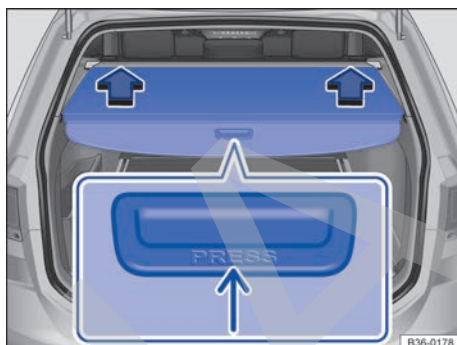

Fig. 202 En el maletero: cubierta del maletero cerrada.
- Presione la parte trasera de la cubierta → fig. 202 (flecha pequeña) un poco hacia abajo. La cubierta se abre automáticamente hasta el centro del maletero.